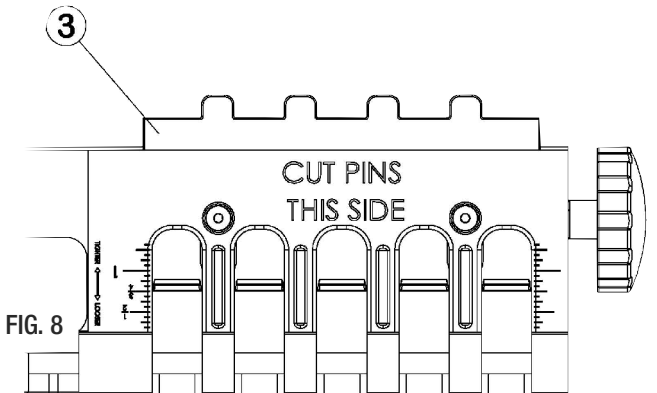

FIG. 8
4. Ahora que la fresadora ya está lista, necesita reajustar la profundidad de la placa de ajuste ③ para la longitud de las clavijas. (FIG. 8)
2. Haga una unión de prueba con madera de desecho para confirmar el encastre de la unión. Si las placas no se encastran fácilmente, la unión puede estar demasiado ajustada. Puede formar uniones más flojas o más apretadas seleccionando una profundidad de cuchilla más superficial o más profunda como se muestra en la FIG. 8.